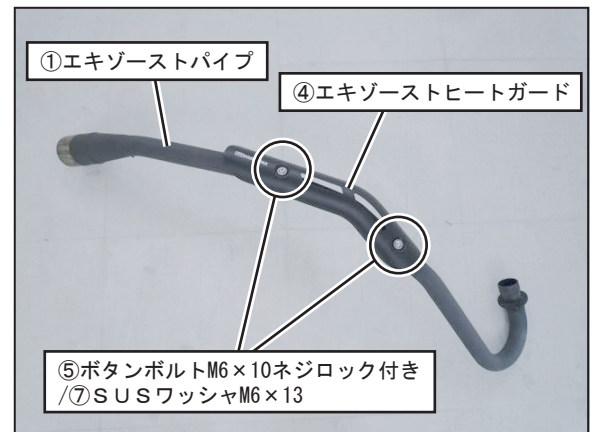

FIG. 4
5. ①エキゾーストパイプのナット部に④エキゾーストヒートガードを合わせ、⑤ボタンボルトM6×10ネジロック付き、⑦SUSワッシャM6×13を使用して規定トルクで締め付けて下さい。（FIG. 4 参照）